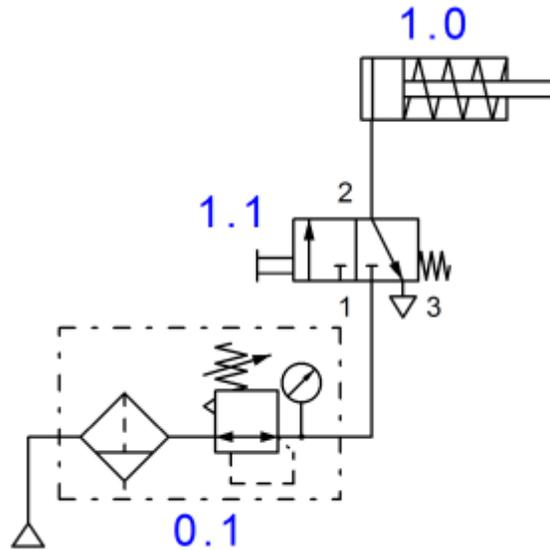

Figura 1.
2. Observe el primer circuito (Figura 1), en el cual usaran 4 elementos: cilindro de simple efecto, válvula 3/2, el distribuidor y la unidad de mantenimiento.